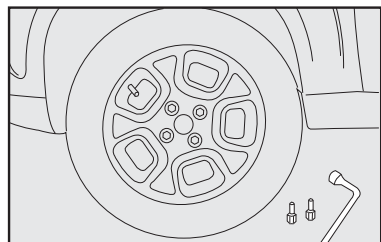

fig. 8
11) Apertar os parafusos utilizando a chave de roda específica **fig. 8**;